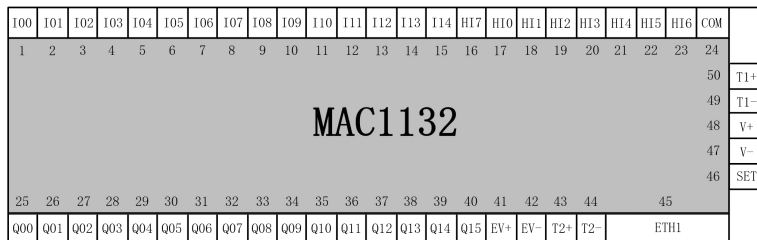

图 D-12 MAC1132 接线原理图
- MAC1132 接线原理图如图 D-12 所示，定义了端子编号和逻辑符号，供原理图设计时参考。